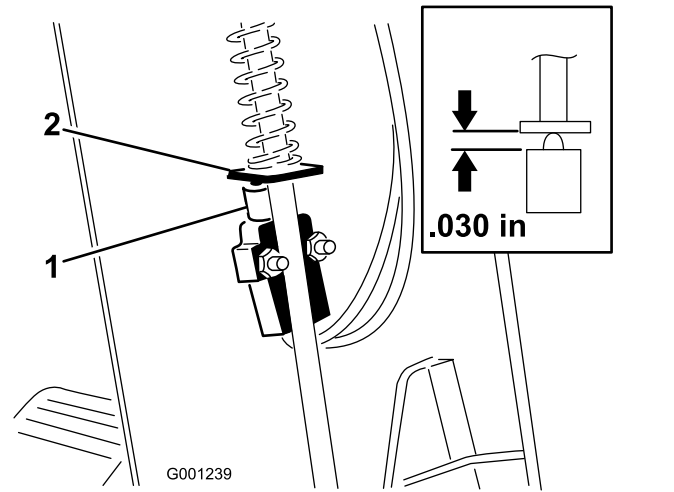

Bild 74
- Schieben Sie die Abdeckung auf der Lenkwelle nach oben, um den Schalter für die Feststellbremse freizulegen (**Bild 74**).
- Richten Sie die Schaufel der Feststellbremsstange mit dem Schalterkolben aus (**Bild 74**).
- Drücken Sie die Feststellbremsstange nach unten und den Schalter nach oben, bis die komprimierte Länge des Schalterkolbens 0,7 mm beträgt; siehe **Bild 74**.